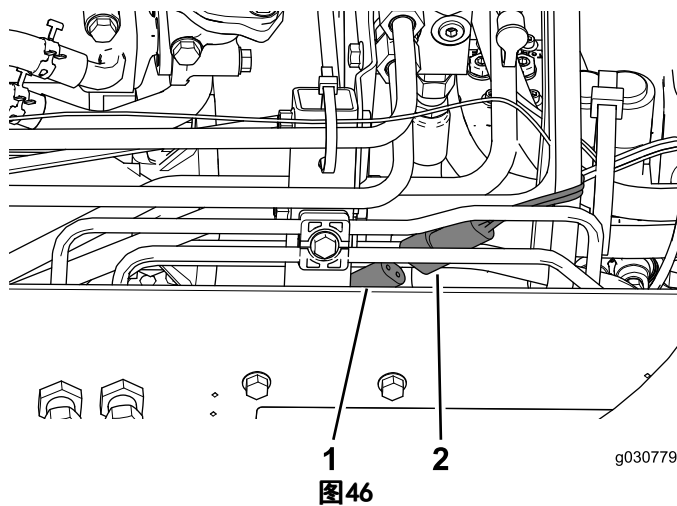

图46
2. 将驾驶室电源连接器连接到机器右侧的连接器 (图 46)。